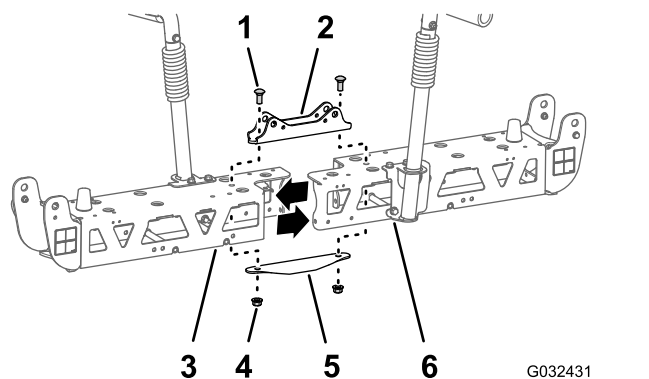

図 51
2. 幅狭のシリンダマウント、左右のトラスフレーム、幅狭のタイプレートを固定しているキャリッジボルト 1/2 x 1-1/4 インチ 2 本とロックナット 1/2 インチ 2 個を取り外す 図 51。